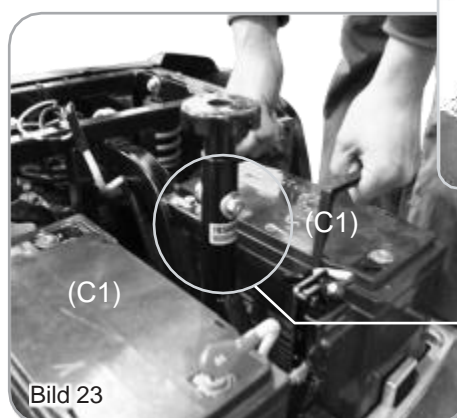

Bild 23
4. Ta bort två batterier (C1) (Bild 23).